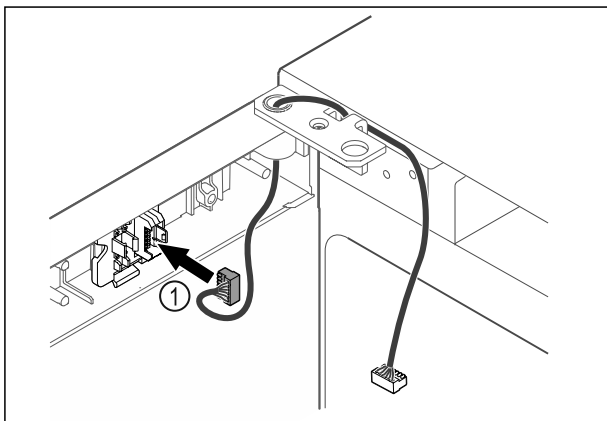

Fig. 44
- ▶ Sett pluggen Fig. 44 (1) i pluggholderen.